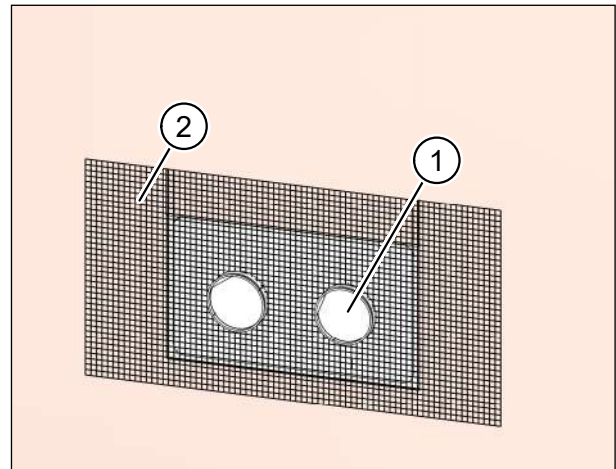
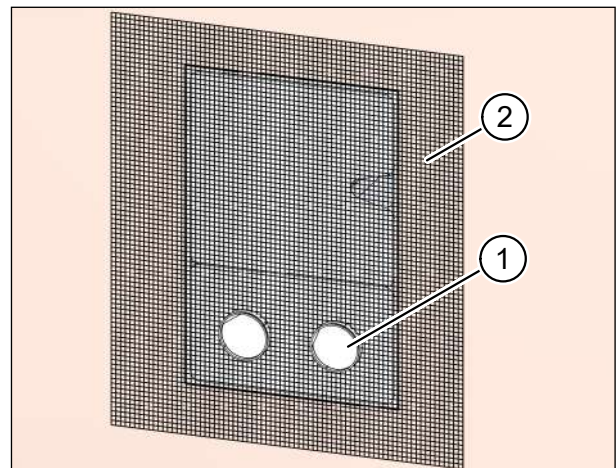

Abb. 36: Montageset **ohne** Füllstück einputzen
Abb. 37: Montageset **mit** Füllstück einputzen
- ▶ Setzen Sie die Putzschutzhülsen (Pos. 1 in Abb. 36 und Abb. 37) ein. Sie sollen soweit über die Außenwand herausragen, dass sie mit dem späteren Putzauftrag bündig abschließen. Die Putzschutzhülsen bilden die Beiputzfläche für den Außenputz.
- ▶ Bringen Sie das Putzgewebe (Pos. 2 in Abb. 36 und Abb. 37) außen auf Mauerkasten, Außenwand bzw. Fassadendämmung an.